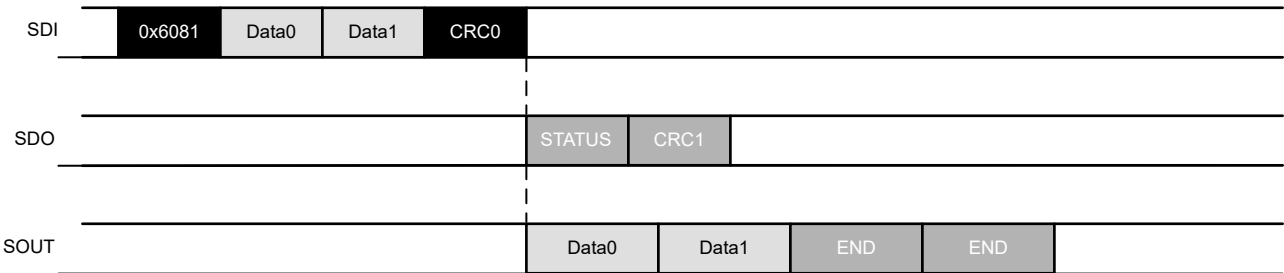

图 7-13. FWD\_RD\_END\_CRC 命令示例
**FWD\_RD\_END\_CRC** 命令由器件中的 **CCSI** 控制器用于传输数据字。**SPI** 外设接收到的所有数据字都存储在 **TXFIFO** 中。仅当接收到的 **CRC** 与基于命令字和数据字计算出的 **CRC** 匹配时，**CCSI** 控制器才开始传输。这意味着 **TXFFLVL** 不影响该传输的开始。在 **CCSI** 控制器传输完所有数据字后，会附加指定数量的额外 **END** 字节。数据字的传输和额外 **END** 字节的传输被视为 2 条单独的 **CCSI** 命令。**CCSI** 外设接收到的用于该命令的所有数据字都存储在 **RXFIFO** 中。此 **SPI** 命令支持多达 32 个数据字并返回 **STATUS** 寄存器和通过 **STATUS** 寄存器计算出的 **CRC**。**FWD\_RD\_END\_CRC** 命令转发 2 个数据字和 1 个额外 **END** 字节的示例如图 7-13 所示。